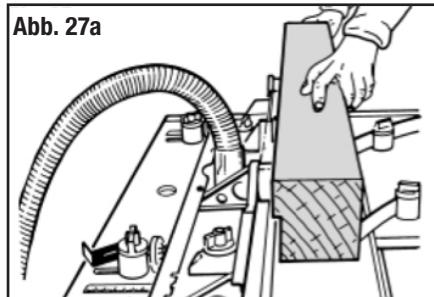

Abb. 27a
Siehe Abb. 27a und 27b
3. Entfernen Sie die Abstandhalter und nehmen Sie den ersten Frässchritt vor, ohne jedoch den Anschlag zu verstellen (siehe Abb. 27a).